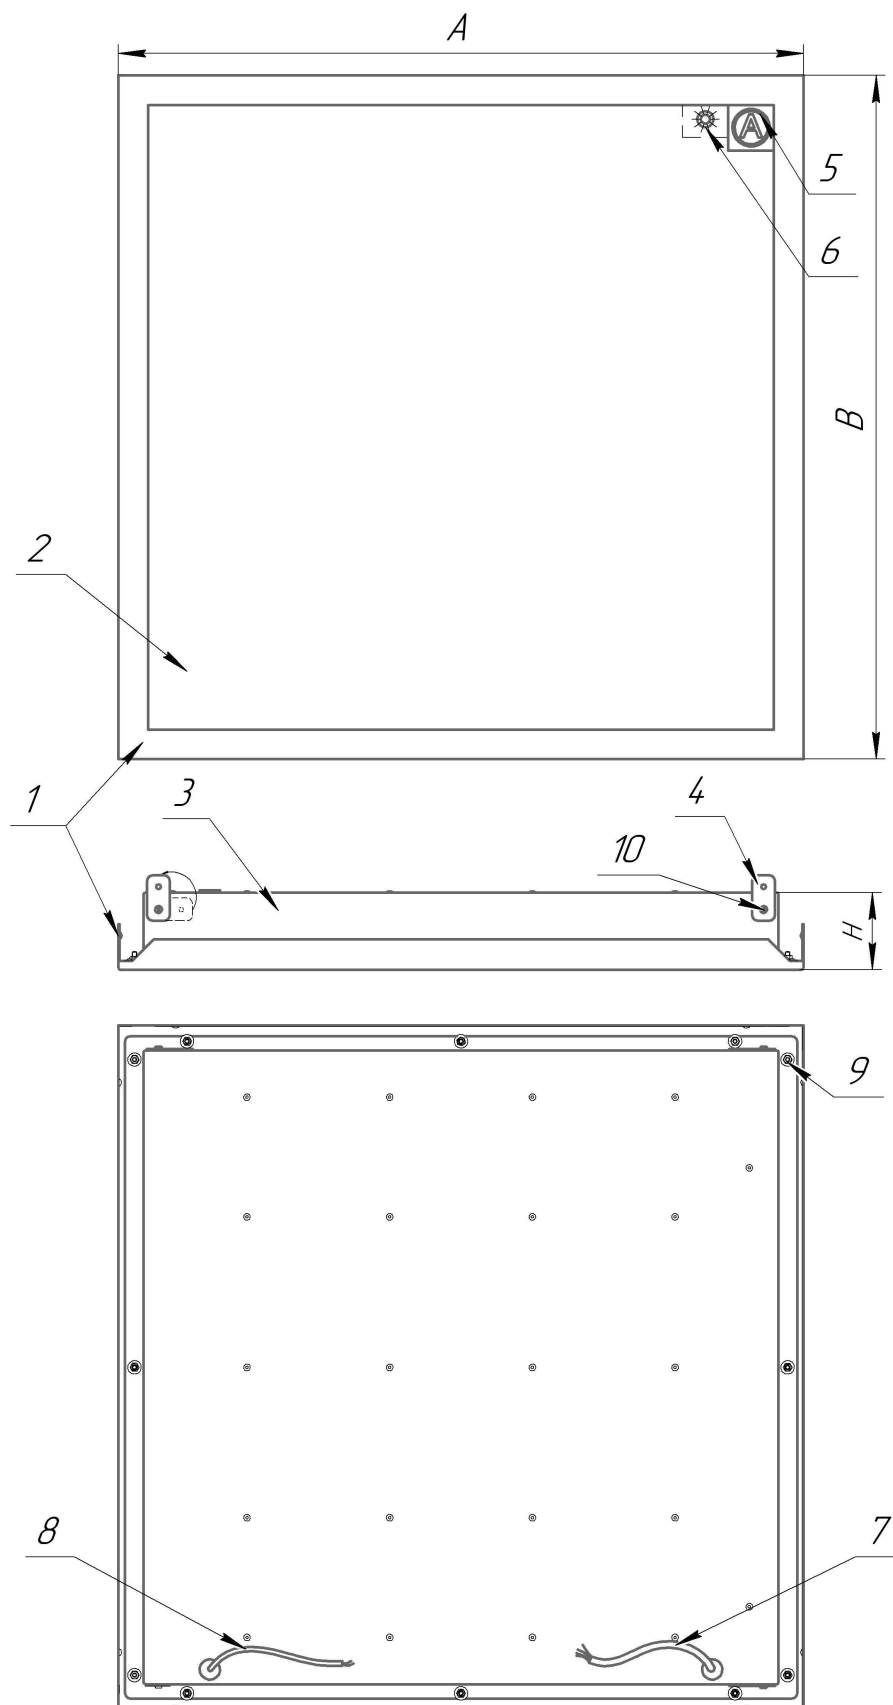

Рисунок 1 - Светильник ДВО15 VCF EM3 MT
3.2 Светильники ДВО15 VCF (рис. 1 приложения А) состоят из корпуса поз.3, закреплённого гайками поз. 9 на обечайке поз. 1, со встроенным светодиодным модулем, источником питания и БАП, рассеивателя поз. 2, пластин подвеса поз. 4 и сетевого провода поз. 7. Светильники оборудованы индикатором заряда аккумулятора поз. 6 и магнитным тестовым выключателем (для проверки аварийного режима светильника), который располагается под пиктограммой "А" поз. 5. Пластины подвеса закреплены винтами поз. 10.
5.5.1 Ослабьте винты поз. 5, поверните пластины подвеса поз. 4 в вертикальное положение и зафиксируйте их винтами (рис. 1).
5.5.5 Проденьте проволочные подвесы, используемые при установке несущих реек потолка, через отверстия пластин подвеса (поз. 4 рис. 1) светильника и закрепите их на запотолочной поверхности таким же образом, как и подвесы несущих реек.
5.7 Индикатор заряда (поз. 6 рис. 1) информирует о режиме работы АКБ:
Для этого светильник оборудован магнитным тестовым выключателем, расположенным под пиктограммой "А" (поз. 5 рис. 1). Он срабатывает под воздействием магнита с силой сцепления не менее 15 кг.
5.8.2а Для проведения функционального тестирования в ручном режиме выключатель светильника должен быть выключен (Lком разомкнута). Поднесите постоянный магнит с силой сцепления не менее 15 кг (п. 6.2) к пиктограмме "А" на рассеивателе светильника (поз.5 рис. 1) и удерживайте его в течение 5 с - светильник должен засветиться. Без воздействия магнитного поля на включающее устройство светильник возвращается в рабочий режим.